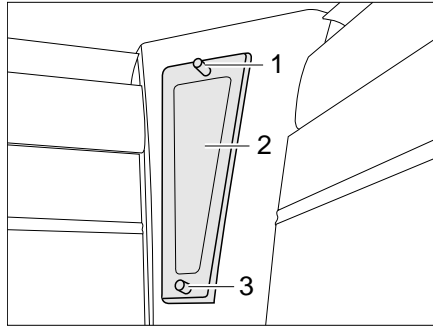

Bild 181 Indirekte Beleuchtung
- Befestigungsschrauben (Bild 181,1) der Blende (Bild 181,2) herausdrehen.